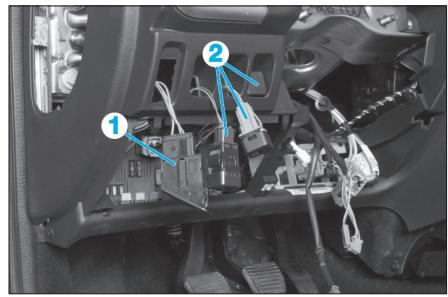

Fig. 15
- Dégraffer et débrancher la molette de réglage du site des feux (1) ainsi que les autres contacteurs (2) pour les déposer (Fig.15).